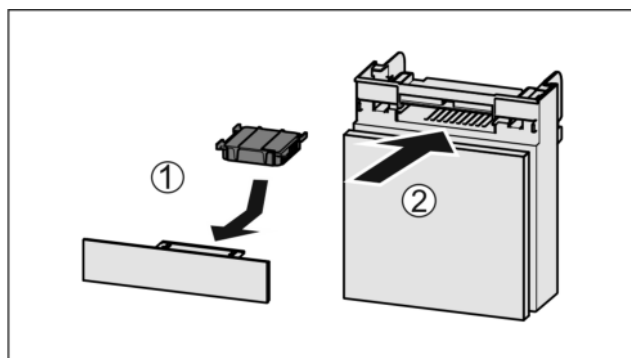

Fig. 103
- Aktivkohlefilter nach Abbildung einsetzen Fig. 103 (1).
- Fach einschieben *Fig. 103 (2)*.